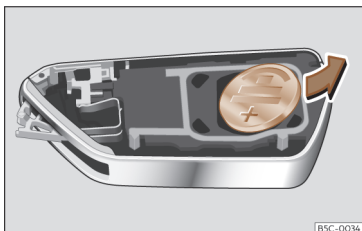

Fig. 81 Chave do veículo: remoção da pilha.
- Extraia a pilha do compartimento com um objeto fino adequado >>> Fig. 81.
- Coloque a pilha nova, pressionando-a no compartimento respetivo >>> ①.